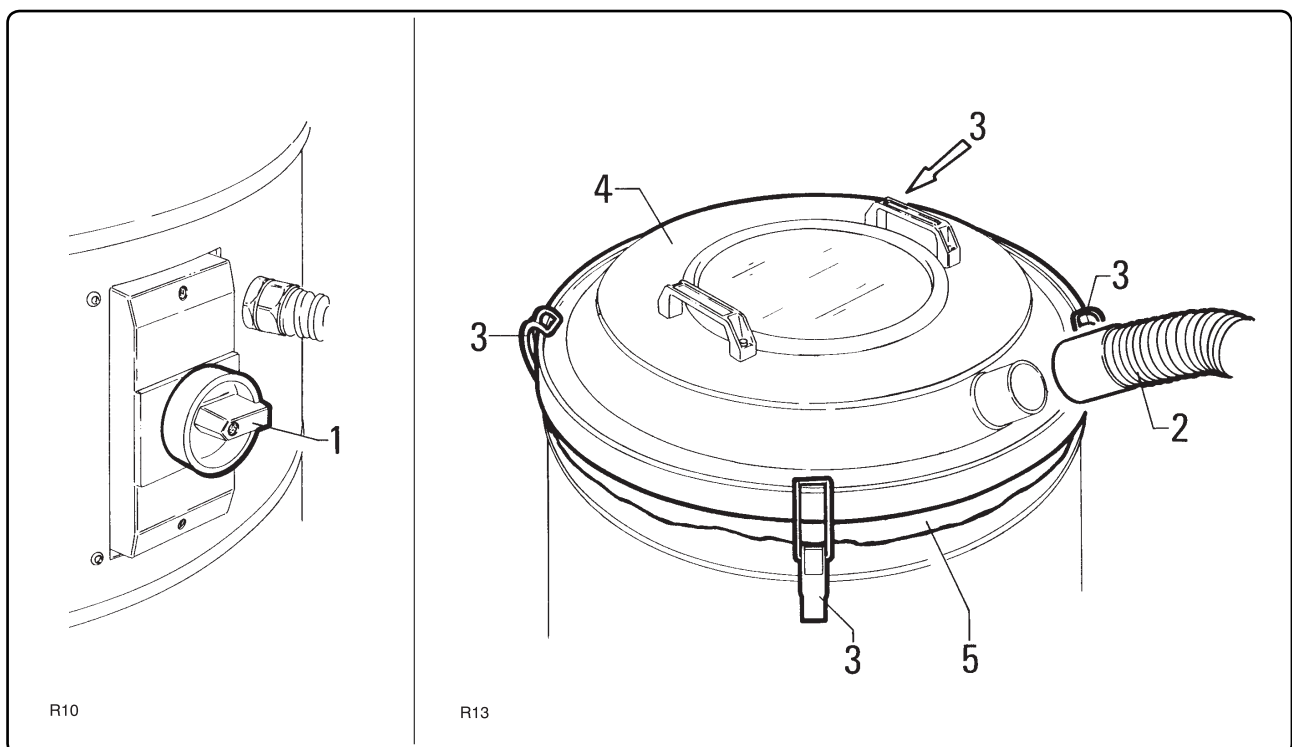

Fig. 6.6.1
- Retire o saco de aparas e, após esvaziá-lo, volte a encaixá-lo com a borda “5” ligeiramente saliente (fig. 6.6.1).